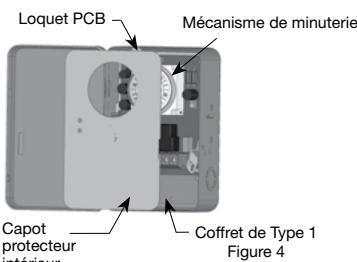

Figure 4
- Ouvrir la porte puis enlever le revêtement protecteur intérieur en dégageant le loquet à ressort dans le bas (Figure 1). Le revêtement fléchit facilement sur un boîtier métallique de Type 1 (Figure 4).
- Enlever le mécanisme de la minuterie en dégageant le loquet PCB dans le bas (Figure 1). Le mécanisme de la minuterie se détache du coffret métallique de Type 1 (Figure 4).